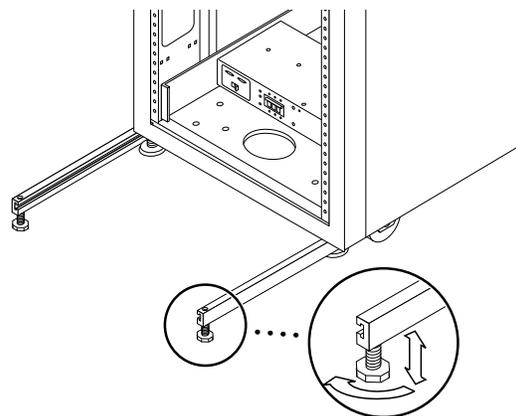

図 2-4 安定脚の高さ調整パッドの調整
6. 高さ調整レンチを使用して、両方の安定脚が床に届くように調整します (図 2-4)。